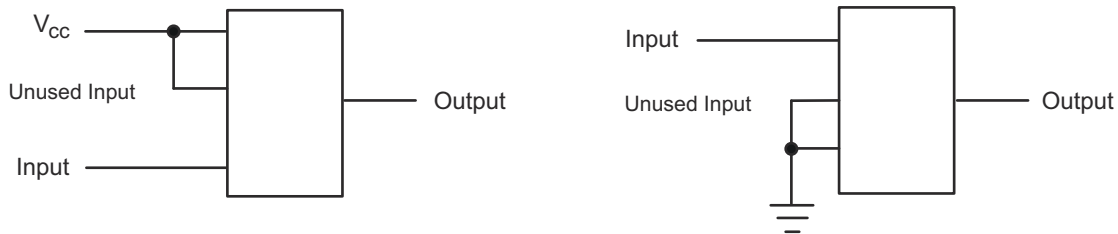

图 8-3. 布局图
**图 8-3** 指定了在所有情况下都必须遵守的规则。数字逻辑器件的所有未使用输入必须连接至高或低偏置以防悬空。应用于任何特定未使用输入的逻辑电平取决于器件的功能。通常，将这些输入连接到  $GND$  或  $V_{CC}$ ，具体取决于哪种方式更合理或更方便。使输出悬空是可以接受的，除非该器件是收发器。如果该收发器有一个输出使能引脚，它会在置为有效时禁用该器件的输出部分。这不会禁用 I/O 的输入部分，因此输入在禁用后也无法悬空。